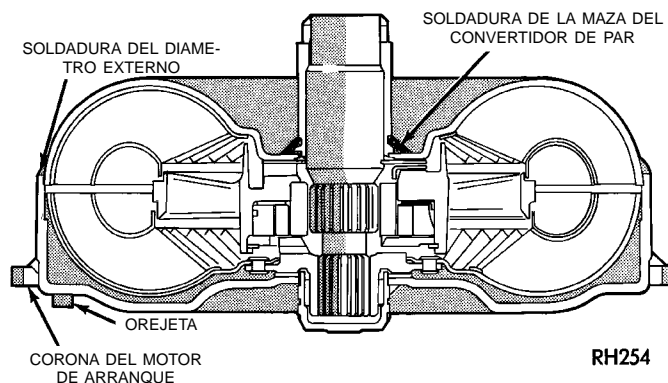

Fig. 11 Puntos de fuga del convertidor—Característicos
- (1) Fugas por la junta soldada de alrededor de la soldadura del diámetro externo (Fig. 11).
- (2) Fugas en la soldadura de la maza del convertidor (Fig. 11).